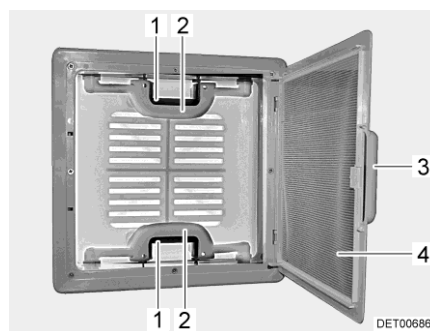

Fig. 48 Lanterne à poussoirs
- Tirer sur la poignée (Fig. 48,3).
- Rabattre la moustiquaire (Fig. 48,4) vers le bas.
- Appuyer sur le verrou (Fig. 48,1) vers l'intérieur du lanterneau. Pousser le lanterneau simultanément vers le haut par la poignée (Fig. 48,2).
- Faire basculer la moustiquaire (Fig. 48,4) vers le haut jusqu'à ce qu'elle s'enclenche.
- Tirer fortement le lanterneau vers le bas par les deux poignées (Fig. 48,2) jusqu'à ce que les deux poussoirs (Fig. 48,1) s'encliquettent.